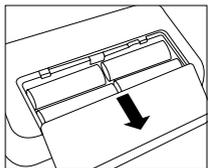

Fig. 1
- Deschideți capacul compartimentului pentru baterii de pe partea inferioară a dispozitivului (consultați fig. 1). Montați bateriile (consultați capitolul 13, „Date tehnice”). Respectați polaritatea corectă („+” și „-”) atunci când introduceți bateriile. Închideți compartimentul pentru baterii. Dispozitivul trece automat la funcția de setare a datei și a orei și, la prima utilizare, în dreptul zilei apare numărul „3” iar în dreptul lunii apare numărul „12”. Data setată automat este astfel 31 decembrie. Acum, setați data și ora, conform descrierii de mai jos.